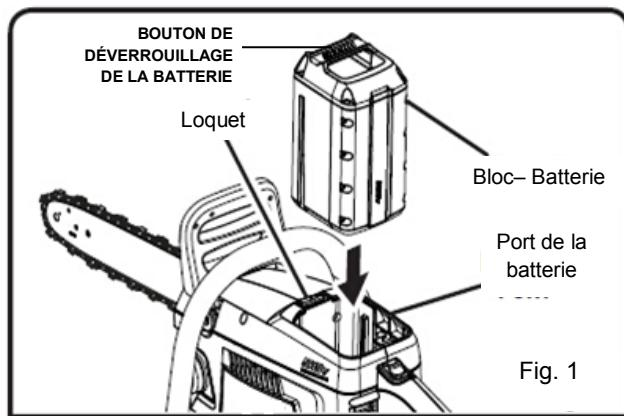

Fig. 1
- Aligner la rainure du bloc-piles sur la nervure en saillie du logement d'outil et placer la pile dans l'outil. (Fig 1)